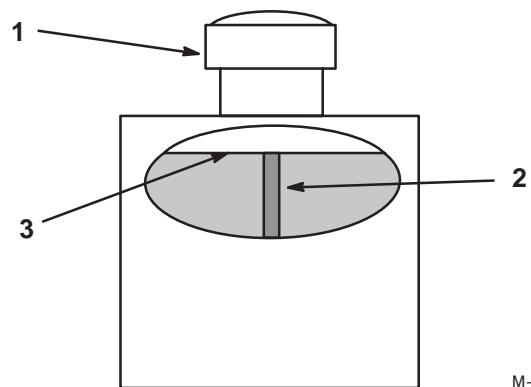

Bild 9
2. Reinigen Sie den Bereich um den Füllstutzen des Hydraulikölbehälters (Bild 9).
3. Entfernen Sie den Deckel vom Füllstutzen. Kontrollieren Sie die Innenseite, um nachzuprüfen, ob Öl im Behälter ist (Bild 9).
Hinweis: Wenn das Öl warm ist, muss der Ölstand die Oberseite des Ablenkers erreichen (Bild 9).